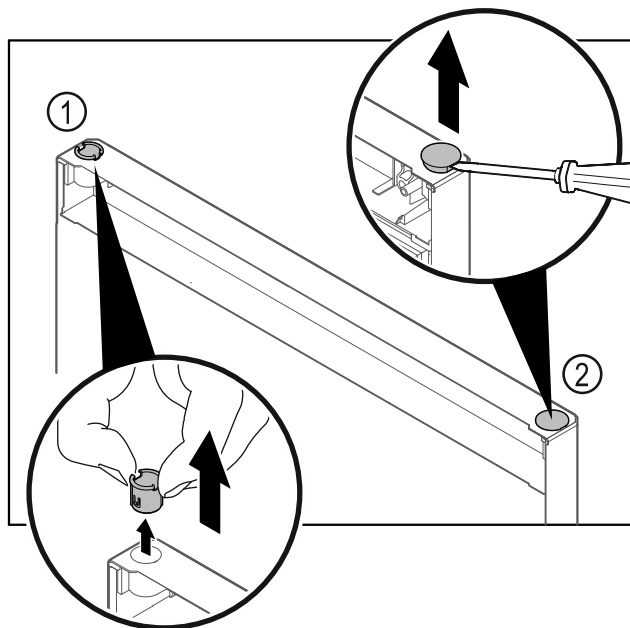

Fig. 21
- ▶ Træk hængselbøsningen Fig. 21 (1) ud med fingrene.
- ▶ Løsn afdækningsproppen Fig. 21 (2) forsigtigt med en flad skruetrækker, og træk den ud.